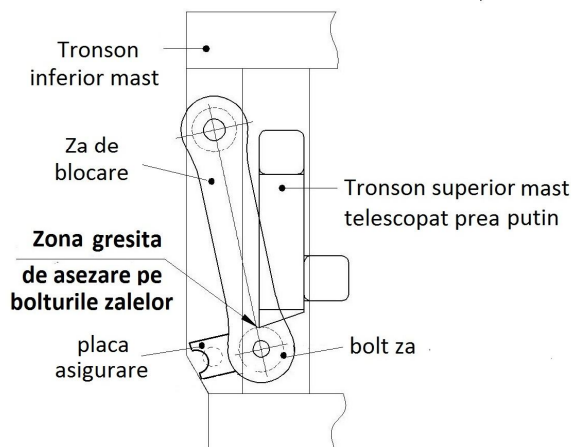

Fig. 9
ATENȚIE! În fig.9 este simulată o așezare incorectă a sprijinului înclinat pe boltul zalei: în acest caz maneta de asigurare a zavorării nu se poate fixa în “poziția blocat”.
- așezarea incorectă a sprijinului înclinat pe boltul zalei (fig. 9): în acest caz maneta de asigurare a zavorării nu se poate fixa în “poziția blocat”. Sondorul coboară de pe scară și repetă ultima parte a telescopării și zăvorârea, până când zăvorârea este corectă;